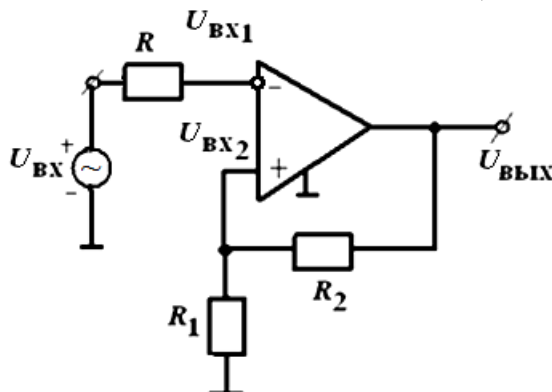

Рис. 12
12. Найти значение сопротивления R_1 в схеме триггера Шмитта на рис. 12, чтобы гистерезис переключения составлял 4 В. $U_{\text{ВЫХ.маx}} = \pm 14$ В, $R_2 = 5$ кОм.